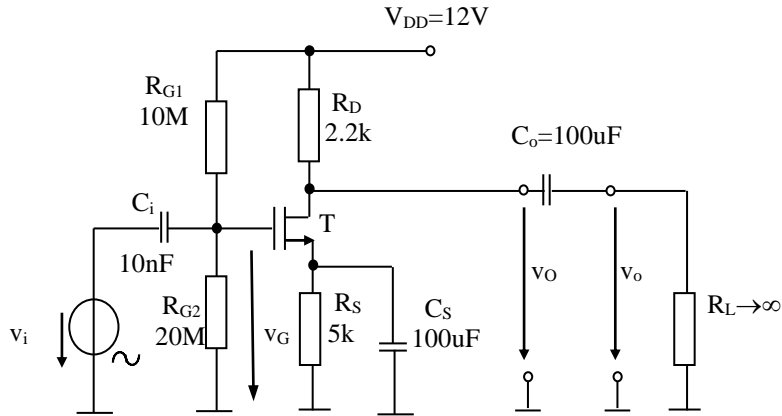

Fig. 2. Amplificator cu TE MOS în configurație SC
- Desenați schema echivalentă în c.c. pentru circuitul din Fig. 2.
- Desenați schema echivalentă de semnal mic, medie frecvență, pentru xircuitul din Fig. 2.
- Construiți pe breadboard folosind componente discrete amplificatorul din Fig. 2.